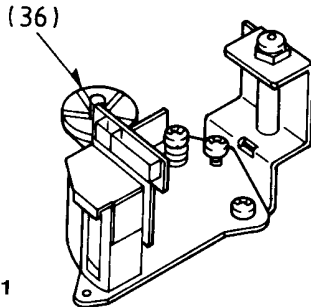
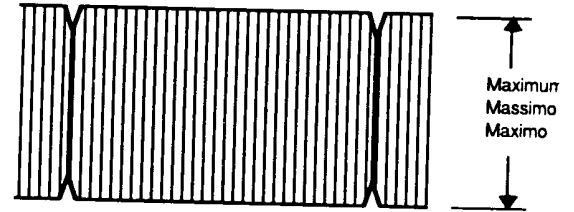

Fig. 41
Fig. 42
- Hüllkurve (FM vom Band) mit Mutter (36) auf maximale Amplitude einstellen (Fig. 41, Fig. 42).
- Set the envelope (FM from tape) to maximum amplitude (Fig. 41/42) by means of the nut (36).